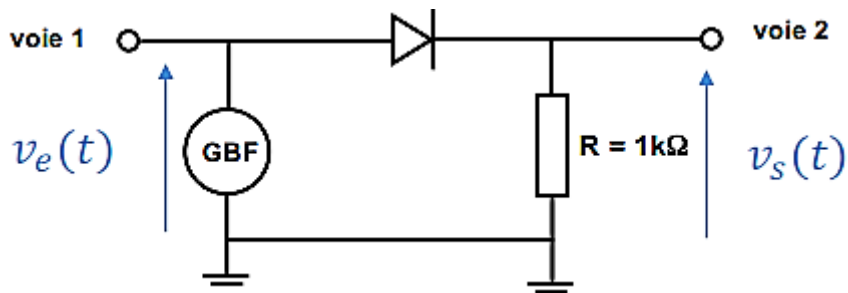

Figure. 9
- a. Réaliser le montage de la (figure.9).